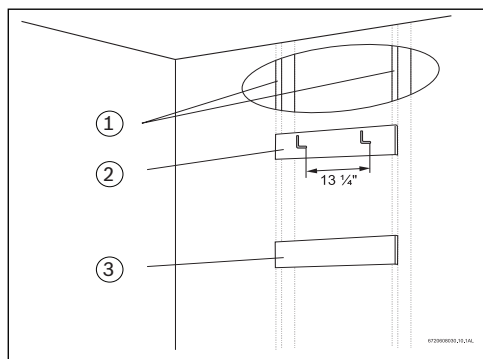

Fig. 7 Planches de soutien
Dans le cas d'un mur à poteaux d'ossature murale et plaques de plâtre, il est recommandé de fixer d'abord sur une paire de poteaux une ou plusieurs planches de soutien, faites soit de tasseaux de 1x4 po, soit de contreplaqué d'au moins 1/2 po, puis d'accrocher le chauffe-eau sur ces planches. Voir la Fig. 7.
- Fixez les deux pitons aux poteaux d'ossature murale ou aux planches de soutien, à 13 1/4 po l'un de l'autre (voir la Fig. 7).